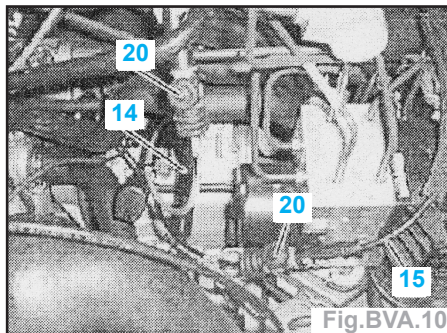

Fig.BVA.10
- Presser jusqu'en butée les boutons de réglage (20) du dispositif de réglage des câbles (Fig.BVA.10).